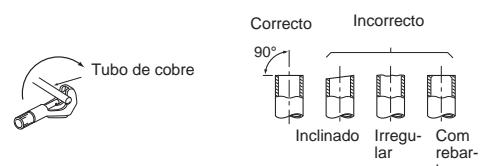

Fig. 1
- 1) Corte o tubo de cobre correctamente com um cortador de tubos. (Fig. 1, 2)